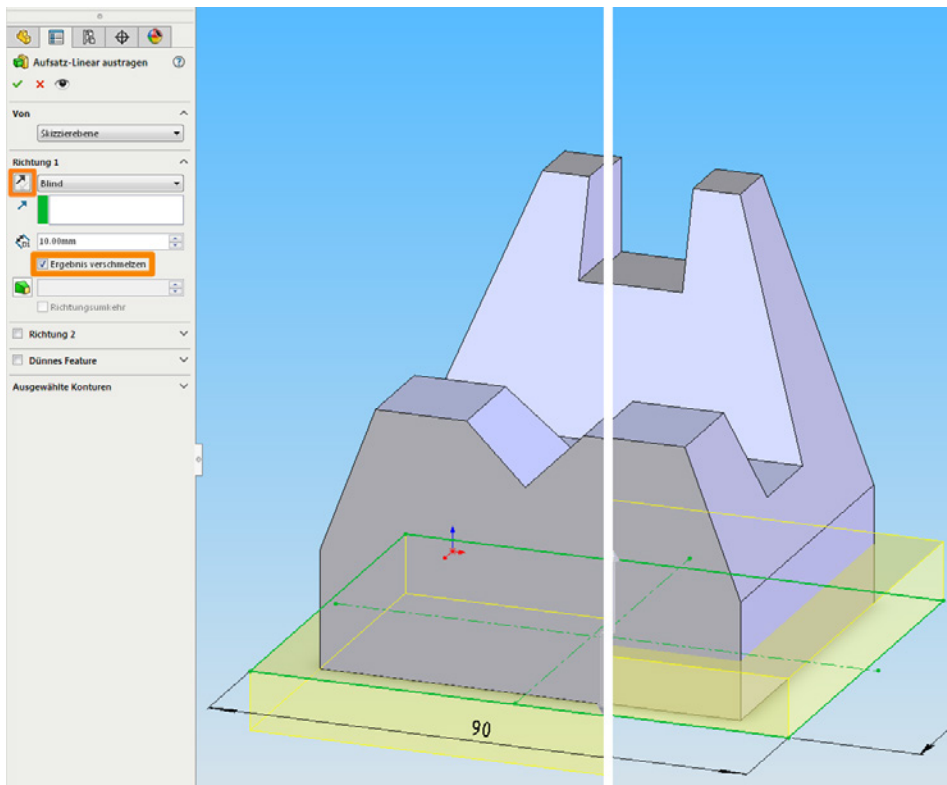

Bild 2.38: Die Erstellungsrichtung kann bei allen Features beeinflusst werden
- Aktivieren Sie im PropertyManager die Schaltfläche *Richtung umkehren*, links neben dem Listenfeld *Endbedingung* (Bild 2.38, oberer Kasten).